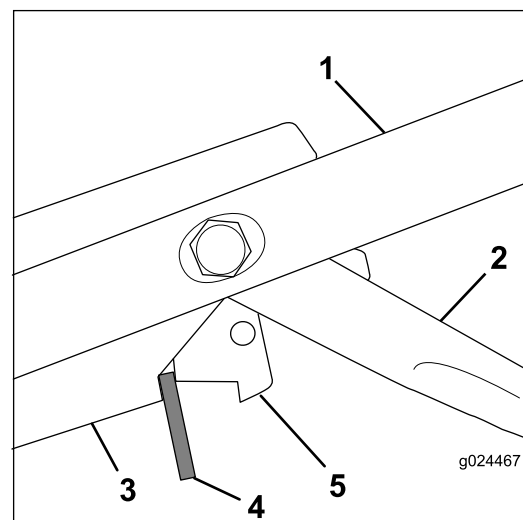

Figure 32
3. Insérez une entretoise de 8 mm (5/16 po) entre le levier de commande du frein de lame et le support de commande sur le guidon (**Figure 32**).